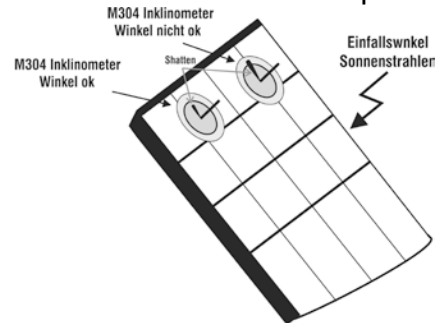

Abb. 7b: Positionierung des Inklinometers M304
16. Stellen Sie den mitgelieferten Neigungsmesser M304 auf die PV Moduloberfläche. Überprüfen Sie, ob der Schatten des Messstabs “nicht über den Rand des auf dem Neigungsmesser eingezeichneten Kreises hinausragt” (Abb. 7b). Der Einfallswinkel der Sonnenstrahlen auf die PV Moduloberfläche würde sonst zu flach sein und nicht den normgerechten Testbedingungen der Solarmodul-Hersteller entsprechen. In diesem Fall